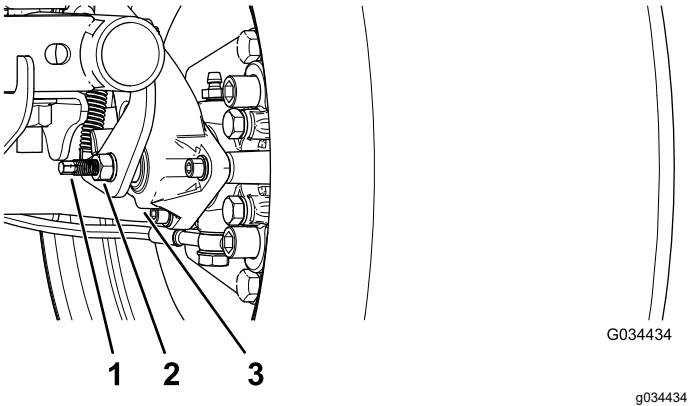

Figure 52
3. Utilisez 2 clés, une pour maintenir le tenon de réglage en place sur l'étrier et l'autre pour desserrer l'écrou de blocage de 1/4 de tour (Figure 52).
4. Tout en maintenant le tenon de réglage et l'écrou de blocage en place, tournez le tenon pour le serrer (Figure 52).
5. Tout en maintenant le tenon de réglage et l'écrou de blocage en place, tournez le tenon en arrière de 1/4 de tour (Figure 52).
6. Tout en maintenant le tenon de réglage et l'écrou de blocage en place, serrez l'écrou de blocage (Figure 52).